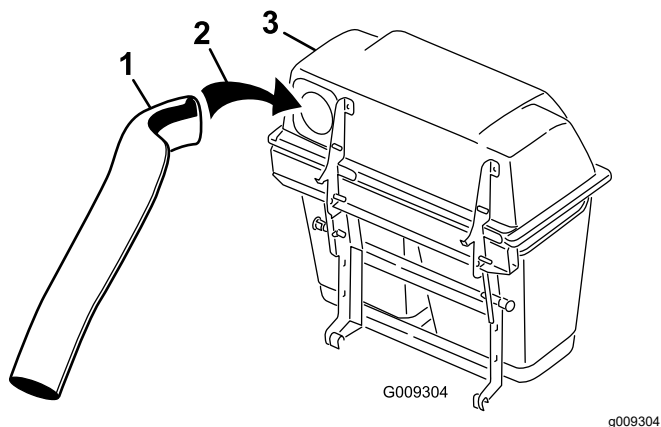
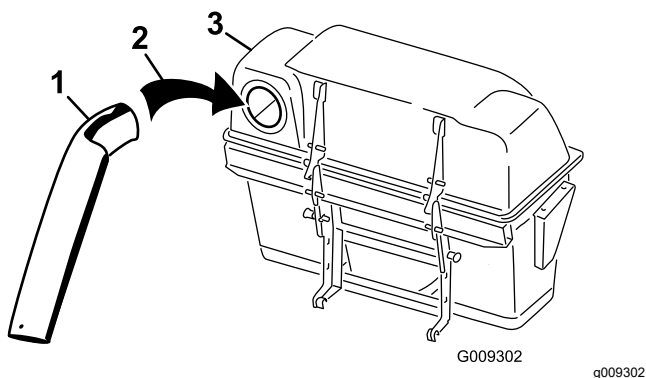

Figura 23
Figura 24
5. Instale el tubo superior en la abertura del ensacador y vuelva a retirarlo de manera que sobresalga el sello de goma (Figura 23 o Figura 24).